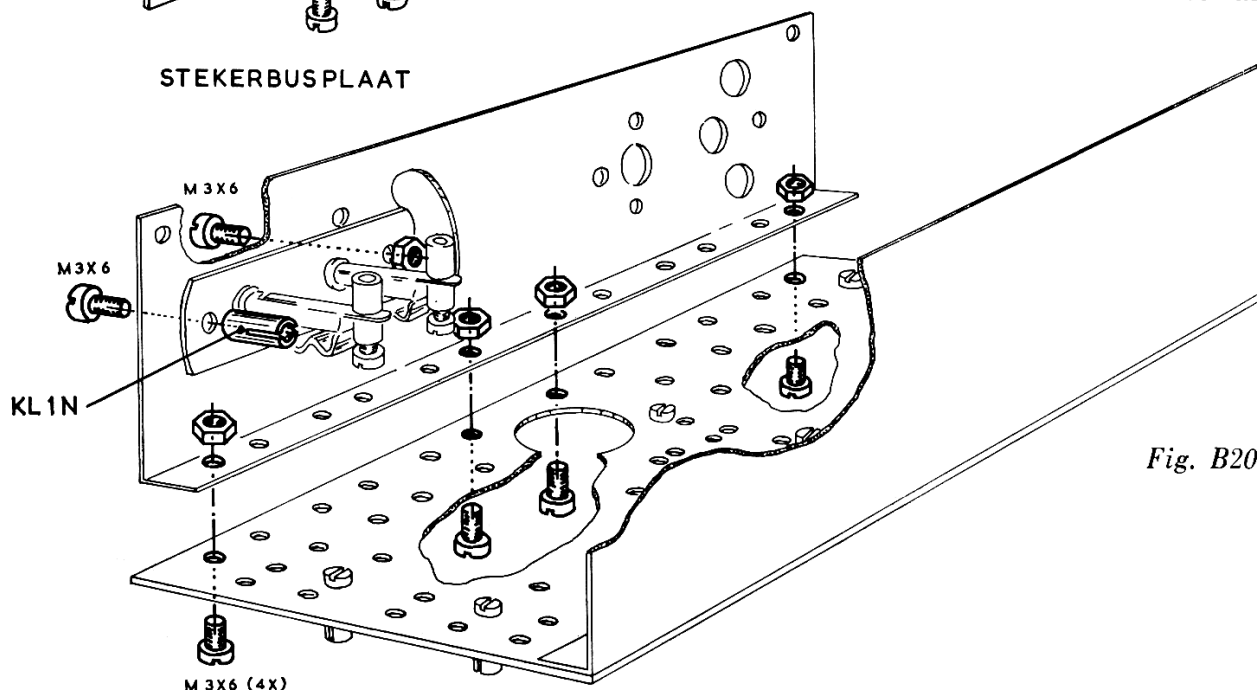

Fig. B20
zijde met een klem KL 1 N (eveneens met een kort boutje). Zie fig. B20.
13. Maak nu met vier korte boutjes en bijbehorende moertjes deze tweede metalen montageplaat vast aan de bruine isolatieplaat. (Zie fig. B20.)